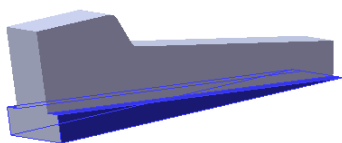
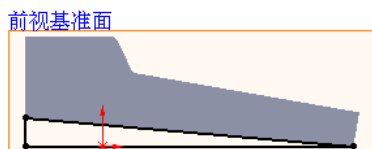

图 16.5.6 凸台—拉伸 2
图 16.5.7 横断面草图
Step5. 创建图 16.5.6 所示的零件基础特征——凸台—拉伸 2。
(1) 选择命令。选择下拉菜单 **插入(I)** → **凸台/基体(B)** →  **拉伸(E)...** 命令 (或单击“特征 (F)”工具栏中的  按钮)。
(2) 定义特征的横断面草图。
① 定义草图基准面。选取前视基准面作为草图基准面。
② 定义横断面草图。在草图环境中绘制图 16.5.7 所示的横断面草图。
③ 选择下拉菜单 **插入(I)** →  **退出草图** 命令, 退出草图环境, 此时系统弹出“凸台—拉伸”对话框。